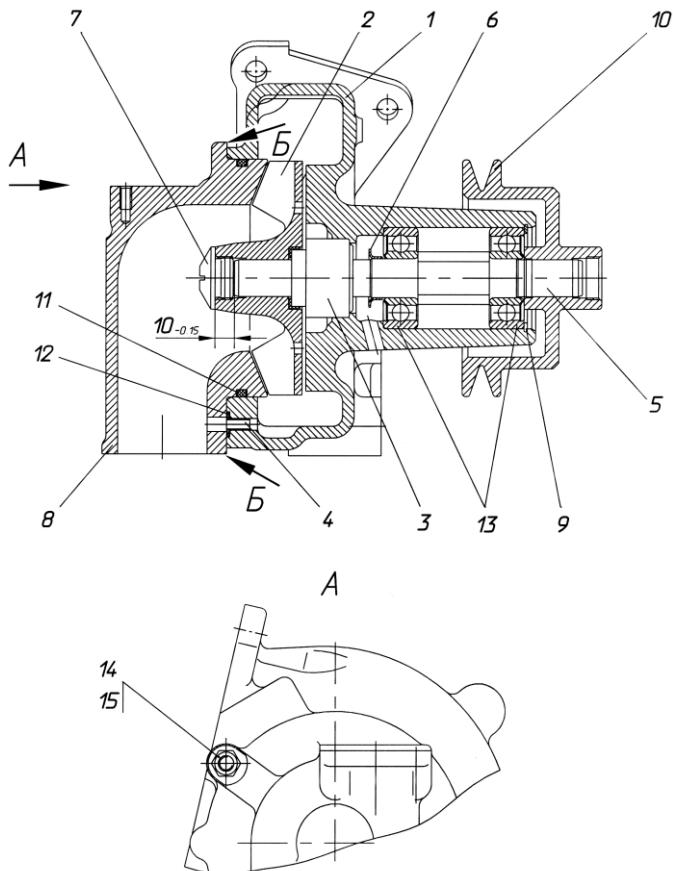

Рис. 103. Водяной насос:
- 4 Отвернуть гайки 14 (рис. 103) патрубка 8.
- 2 Напрессовать на вал 5 (рис. 103) подшипники 13 и водосбрасыватель 6. При этом необходимо:
- 9 Напрессовать крыльчатку 2 в сборе с манжетой и уплотнительной втулкой на вал 5 (рис. 103). При этом необходимо:
- установить крыльчатку и в валу в размер $10_{-0,15}$ мм (рис. 103) между торцом вала и торцом ступицы крыльчатки. Для этого необходимо при запрессовке установить на торец вала диск диаметром не более 13 мм и высотой $10_{-0,15}$ мм.